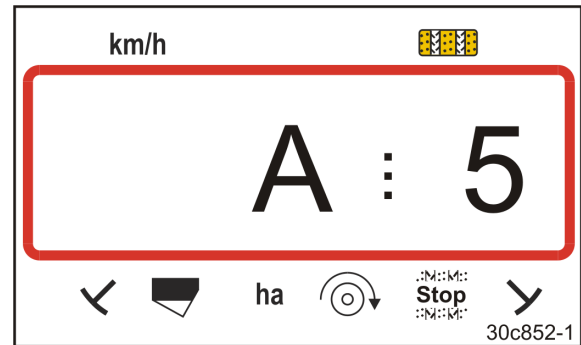

Fig. 45
- un message s'affiche (Fig. 45)